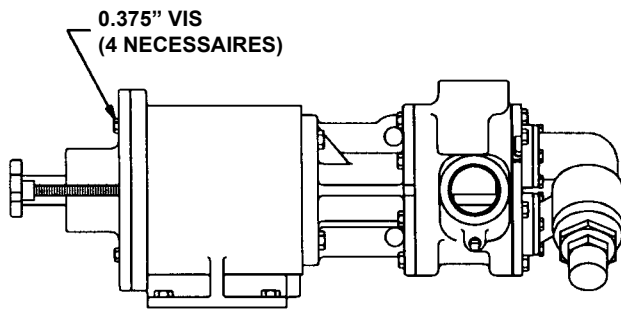

FIGURE 19
5. Installez les 4 vis de 0.375". Tournez l'arbre de sortie à la main pour vérifier que la pompe tourne librement. **Voir Figure 19).**